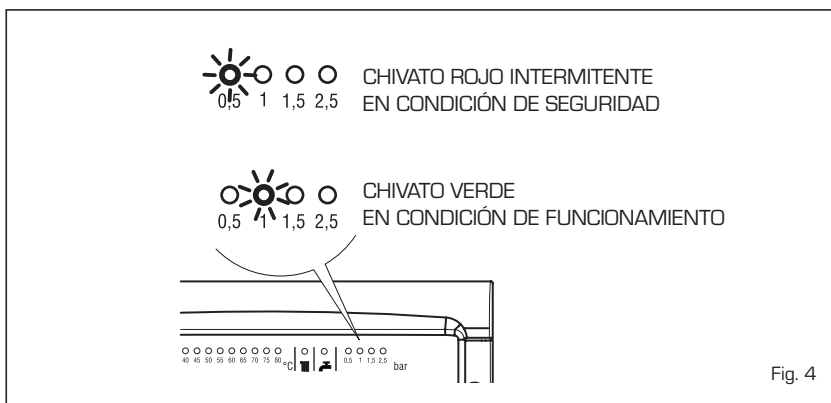

Fig. 4
- **Presión insuficiente agua** (fig. 4)